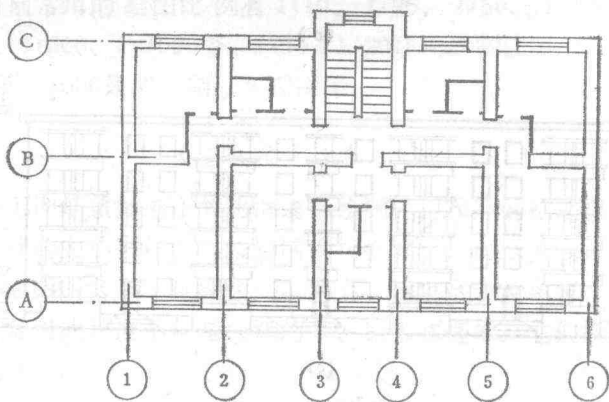

图 1-2
1. 定位轴线 定位轴线表示建筑物主结构（墙、柱）的主要平面位置。定位轴线都有一定的编号，一般在水平方向用阿拉伯字母自左向右注写，垂直方向用拉丁字母由下往上注写。如图1-2。